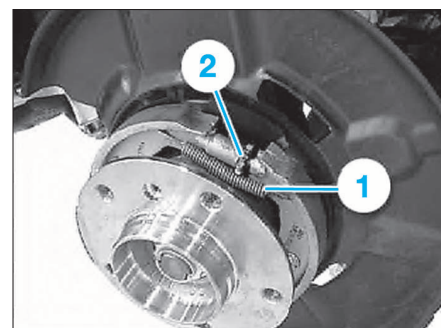

FIG. 20
- Décrocher le ressort de rappel (1) avec une pince pour ressort de frein (Fig.20).
- contrôler les ressorts de rappel (1) et les remplacer au besoin (Fig.20 et 21). Faire attention à la position de la vis de réglage (2). Enduire le filetage de la douille et de la vis d'une fine couche de graisse